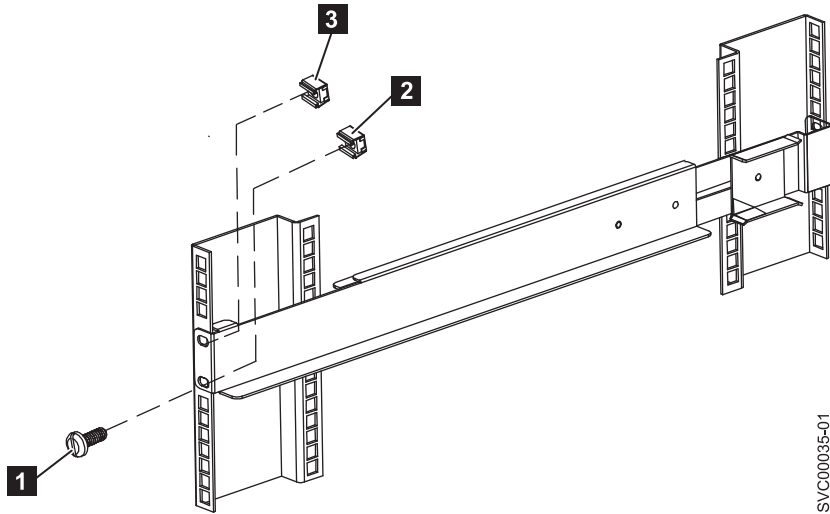

图 11. 将前部导轨固定到 2145 UPS-1U 上
7. 在机架前部安装两颗夹片螺母（图 11 中的 **2** 和 **3**），然后在底部安装孔 **1** 中只使用一颗 M6 x 10 螺钉连接导轨。